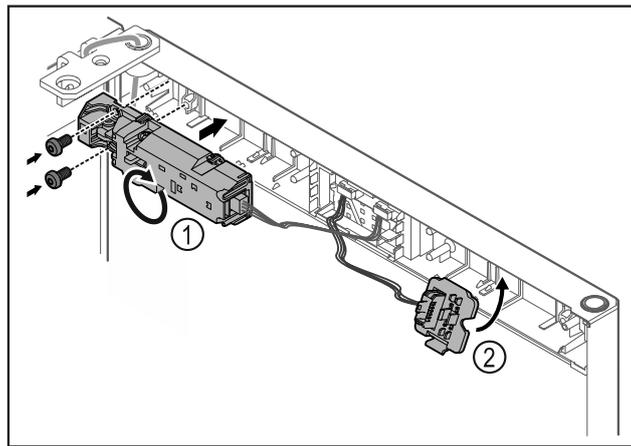

Fig. 21
- ▶ Разверните замок дистанционного открытия Fig. 21 (1) на 180° и прикрепите на противоположной стороне.
- ▶ Установите и зафиксируйте держатель штекера Fig. 21 (2) на противоположной стороне.